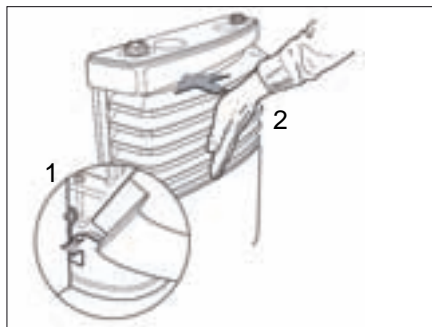

Bild 105 Heizungsverkleidung anbringen
- Heizungsverkleidung montieren. Dazu Verkleidung in die unteren Lager einhängen (Bild 105,1).
- Abdeckung einschwenken bis die Verriegelungshebel hörbar einrasten (Bild 105,2).